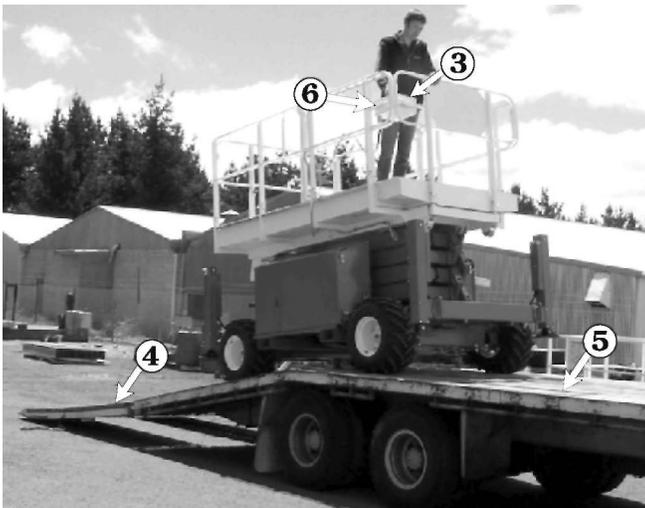

Abbildung 10.4
6. Verwenden Sie die Steuerknüppel-Steereinheit ③, um die S3970RT / S3370RT / S2770RT gerade auf die Rampe ④ und den Auflieger ⑤ zu fahren (siehe Abbildung 10.4).
7. Wenn die S3970RT / S3370RT / S2770RT auf dem Auflieger platziert ist, drücken Sie den **Notaus-Schalter** ⑥ (siehe Abbildung 10.4) am Plattform-Schaltkasten in die Position AUS.